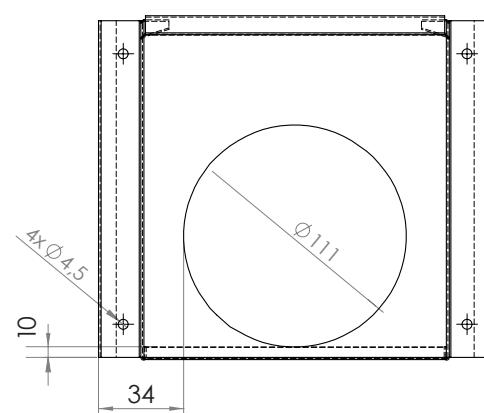

fig. 5
4. Monter stormkappen. Pass på at stormkappen monteres korrekt. Innluftsrøret skal munne ut ca. 10 mm over stormkappens nedre kant og være i senter, dvs. kanten på stormkappen skal være ca 34 mm fra rørets yttermål. Se fig. 5.